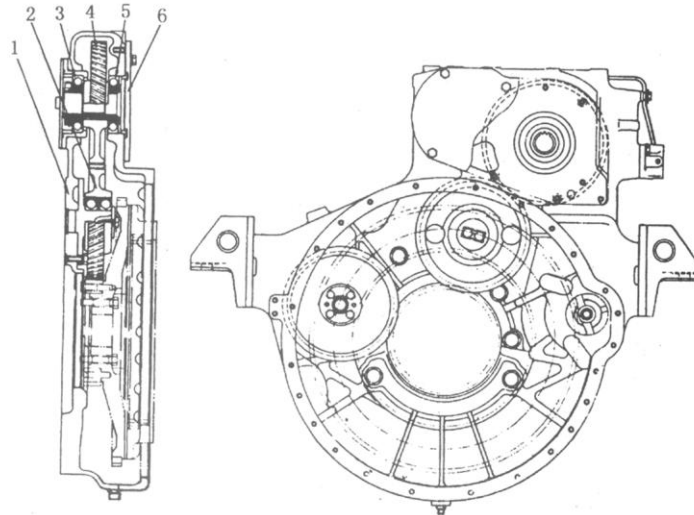

Рис. 5-12.
1. Корпус маховика в сборе (см. рис. 5-12).